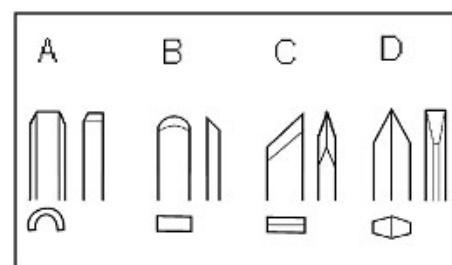
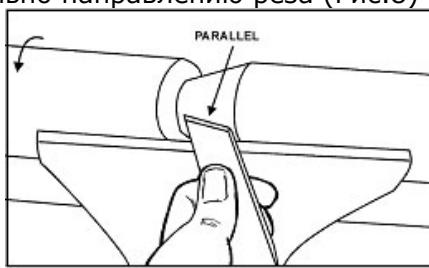

Рис.6
Рис.8
### **Трубчатый резец (A, рис.6)**
**Шабер (B, Рис.6).** Применяется для наружного и внутреннего калибрования, а также для удаления следов обработки.
**Косой резец (C, Рис.6).** Применяется для проточки V-образных канавок, для наружного калибрования и для токарной обработки торцов древесины. Режущая кромка устанавливается параллельно направлению реза (Рис.8)
**Отрезной резец (D, Рис.6).** Применяется для прямой врезки в заготовку, например при затыловке и отрезке. Может применяться также как шабер.